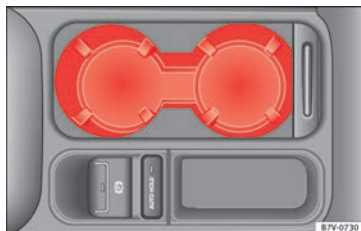

Abb. 114 In der Mittelkonsole vorn: Getränkehalter.
- Zum *Öffnen* Abdeckung nach hinten schieben » **Abb. 114**.